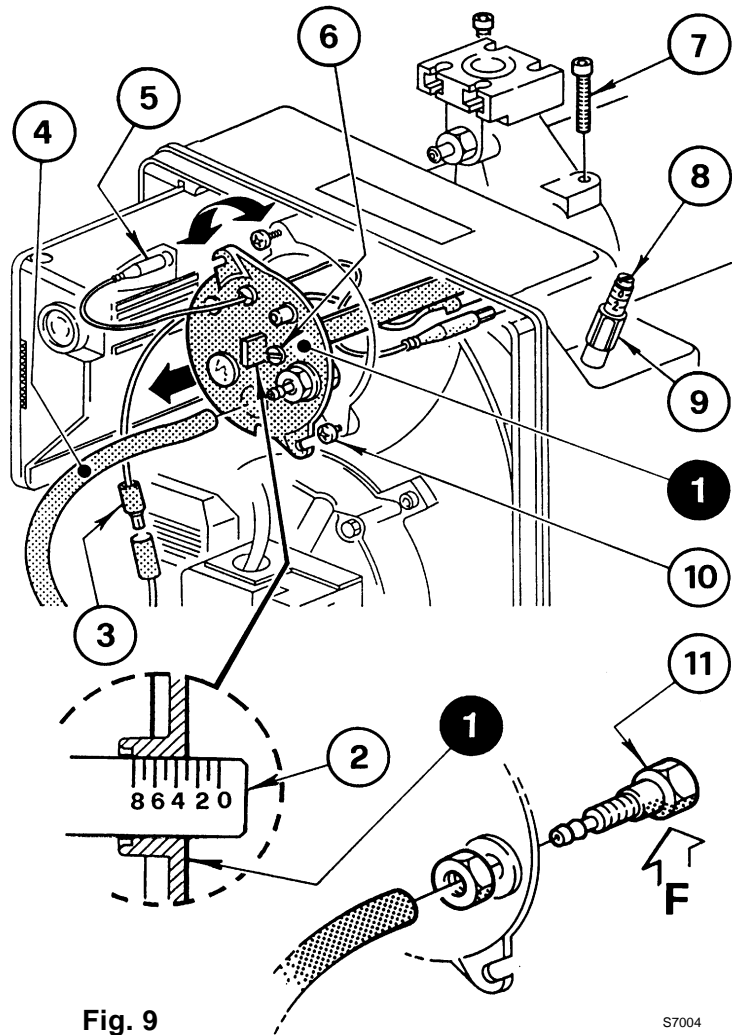

Fig. 9
Il dépend du débit du brûleur. Visser ou dévisser la vis de réglage (6) afin que le repère gradué de la tige de réglage (2) corresponde au plan externe du groupe de la tête (1) (voir fig. 9).
Le schéma à la page 7, fig. 9 indique le réglage pour un débit de 110 kW avec brûleur BS 3 type 913 T1. L'encoche 3 de la tige de réglage doit coïncider avec le plan externe du groupe tête, comme indiqué dans le diagramme.
REGLAGE VOLET D'AIR (Fig. 9, pag. 7)